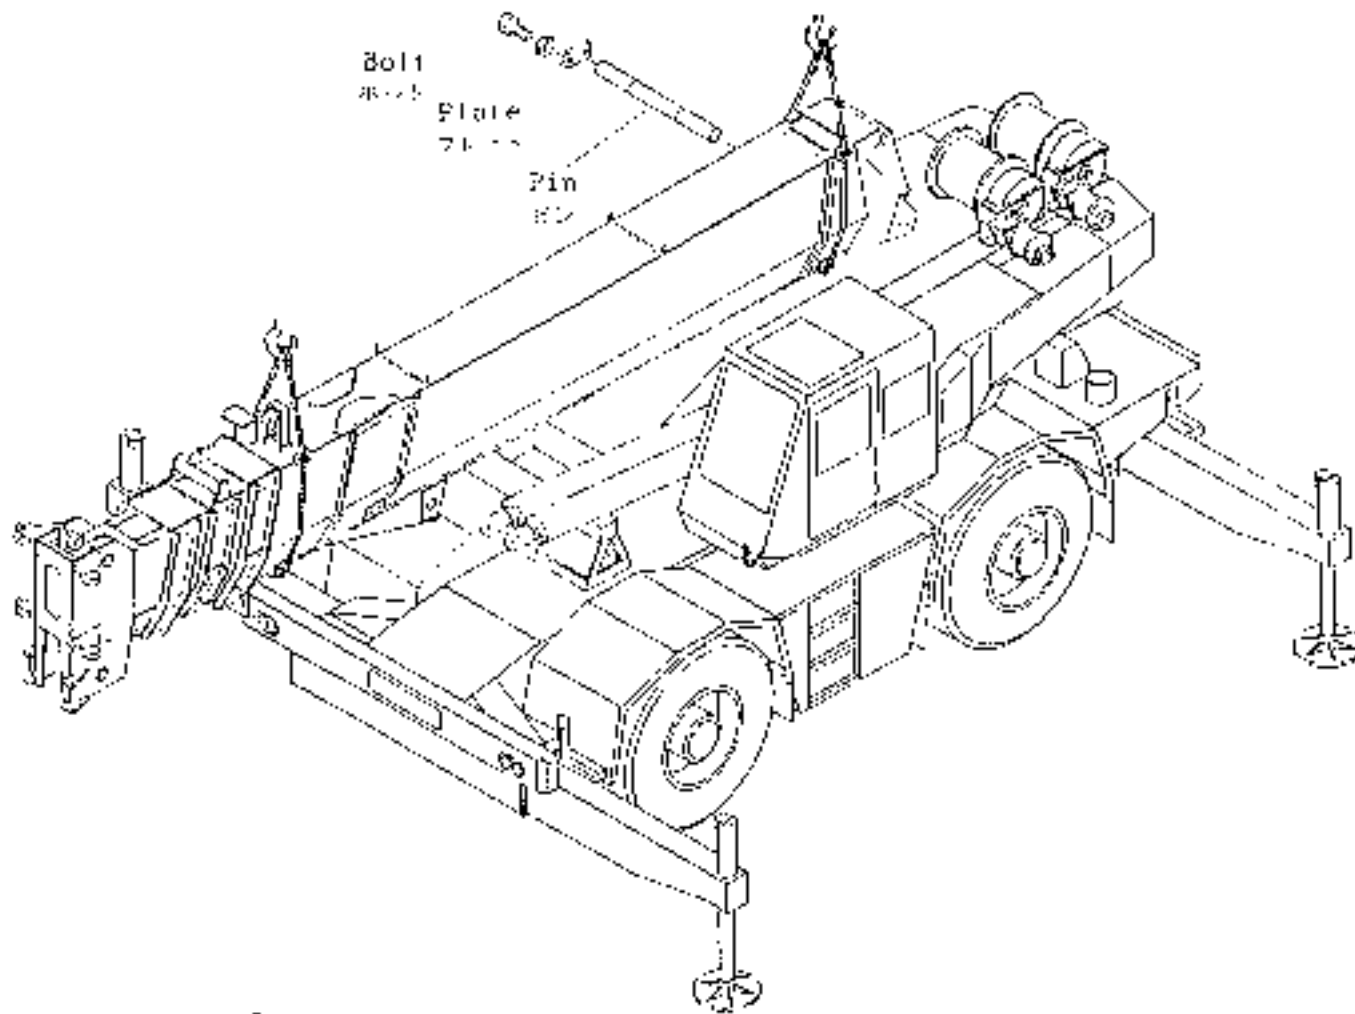

Fig. 3
1. Lift up the boom ass'y with two cranes, and bring it to a position above the boom pivot pin location. (Fig. 3)
1. ブーム Ass'y を2台のクレーンで吊り上げ、ブーム根本ピンの取付位置上方まで持って行く。(Fig. 3参照)